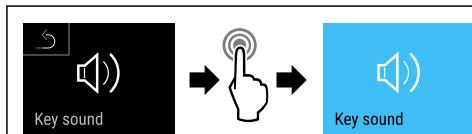

Fig. 112
- Seguir los pasos de procedimiento (consulte Fig. 112).